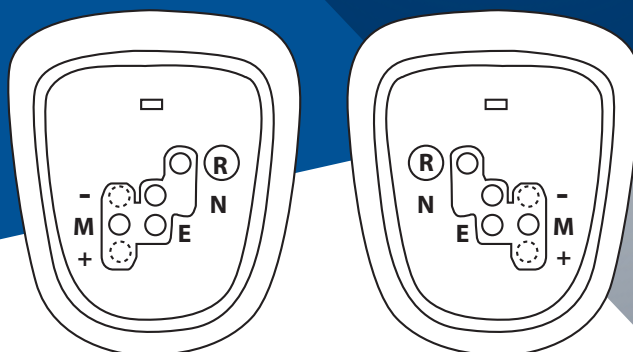

Fig. 1
Il cambio Multi-Mode Transmission, o MMT, è un tipo di cambio manuale sequenziale commercializzato da Toyota. Il modo più ovvio per identificare se un'auto è dotata di MMT, è che il selettore del cambio non avrà posizione di parcheggio (P), come in fig.1.